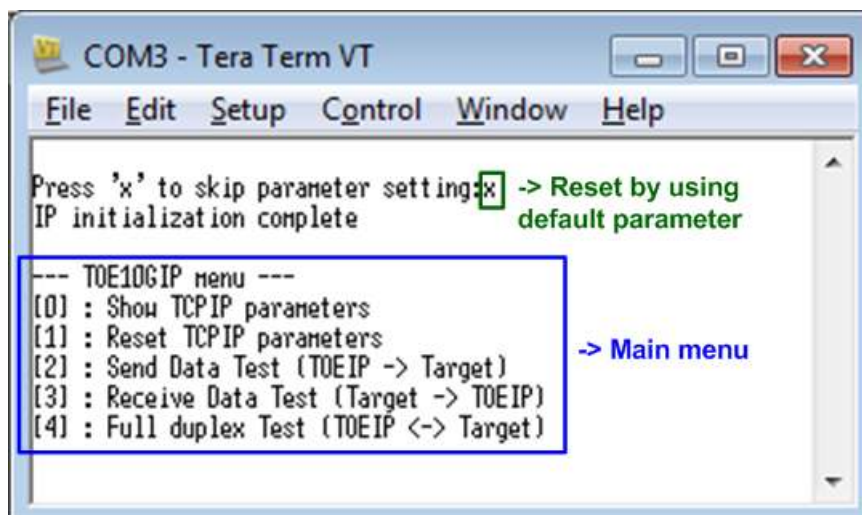

図 4-9: 初期化が完了した時点でのメイン画面
- 9) 図 4-9 に示すように 'x' を入力することでパラメータの設定をスキップしデフォルトのパラメータでメイン・メニューに移動することができます。ここで他のキーを入力するとパラメータ変更のメニューに移動します。パラメータの変更手順はメニュー[1]と同じですので、次のトピックで説明します。